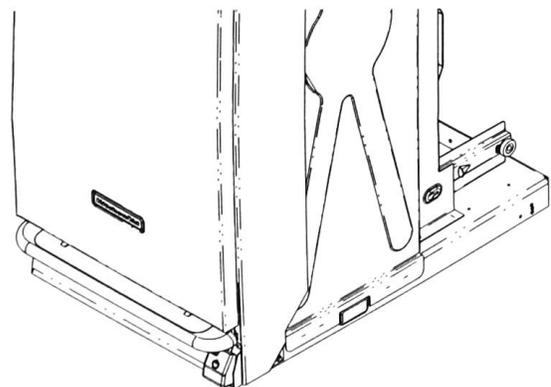

FIGURE 10
- Attach the foot pedal and two (2) screws removed in step 10. See Figure 10.
13. Fixer la pédale et les (2) vis retirées à l'étape 10. Voir Figure 10.